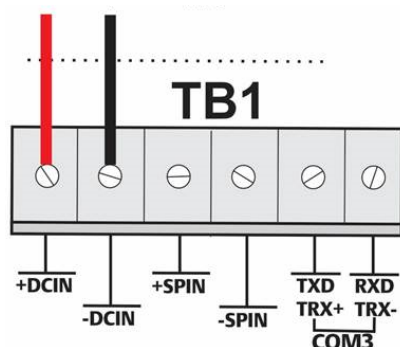

Figure 8. Câblage vers l'alimentation c.c.
- Insérez chaque extrémité de fil dénudé dans le connecteur correspondant et fixez le câble (reportez-vous à la Figure 8).